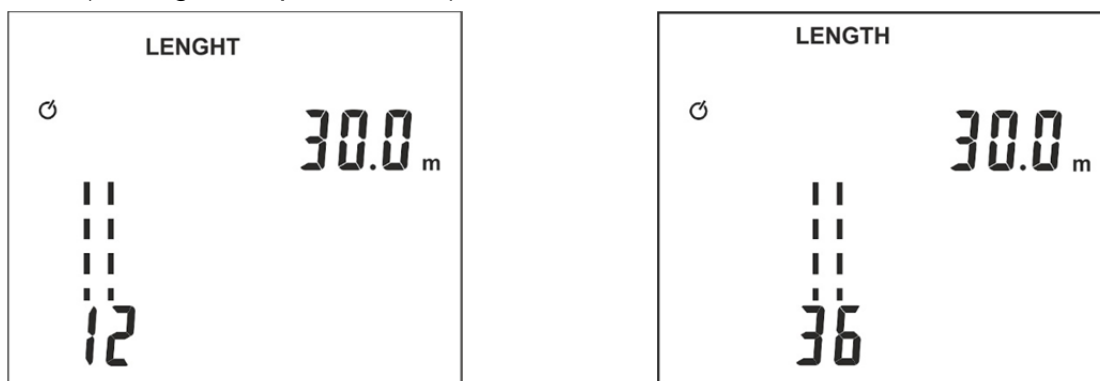

Fig. 14: Resultados da medição do comprimento do cabo
1. Ligar o instrumento premindo o botão ①
6. Premir o botão **TESTE/←** para efetuar a medição do comprimento relativamente ao par “1-2” para cabos RJ45 e RJ11 (ver Fig. 14 – parte esquerda) ou para cabos coaxiais (ver Fig. 14 – parte direita)